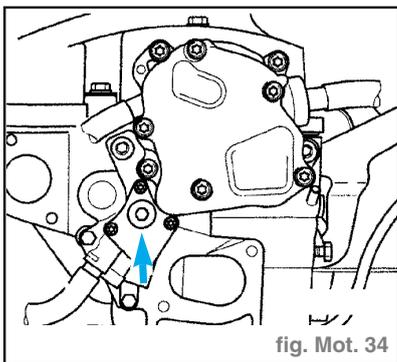

fig. Mot. 34
- Raccorder le flexible de retour (2) (repère bleu) sur le filtre à carburant.
- Dévisser la vis d'obturation (flèche) (fig. Mot. 34).